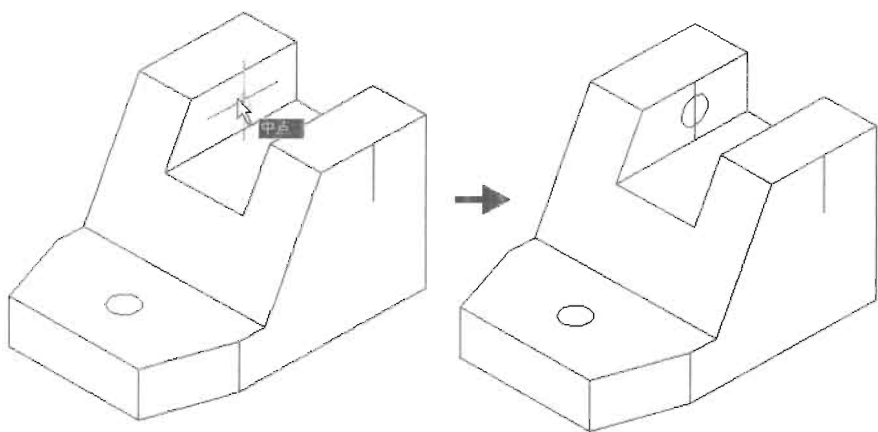

图 11-46
(4) 单击“绘图”工具栏中的“椭圆”按钮, 然后绘制右视平面上的等轴测圆, 绘制效果如图 11-46 所示, 相关命令如下。
指定等轴测圆的圆心: //捕捉如图 11-46 所示的中点作为圆心